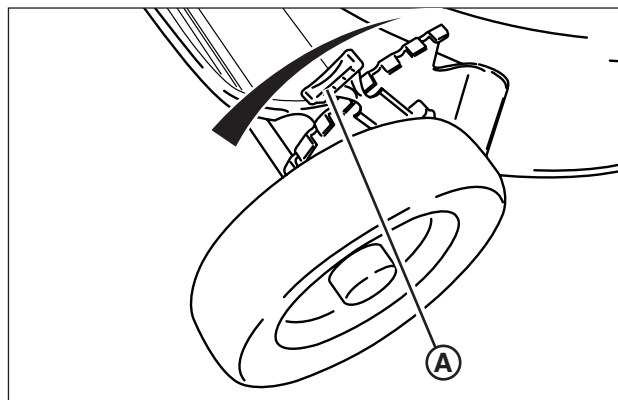

Figure 6 : Réglage de la hauteur de coupe
1. Tirer le loquet de réglage de hauteur (A, Figure 6) vers l'extérieur et le placer à la hauteur de coupe désirée.